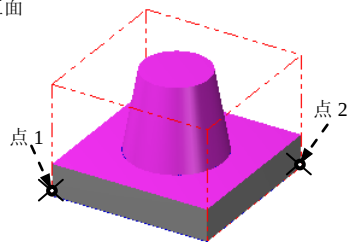

图 5.9.4 定义栅格点
(2) 单击“刀具/曲面选择”对话框 **网格** 区域的 **✎** 按钮，选取图 5.9.4 所示的点 1 和点 2（点 1 和点 2 为棱线交点）为加工栅格点。系统重新弹出“刀具/曲面选择”对话框，单击 **✓** 按钮，系统弹出“曲面粗车-钻削”对话框。